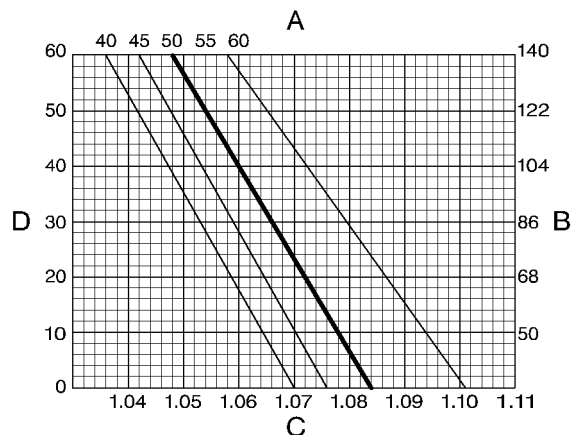

Ilustración 23
**Nota:** Si no dispone de un termo-hidrómetro especial para refrigerante, ponga un hidrómetro y un termómetro separado en la mezcla de anticongelante y verifique las lecturas de ambos instrumentos. Compare las lecturas con los datos en la ilustración 23.